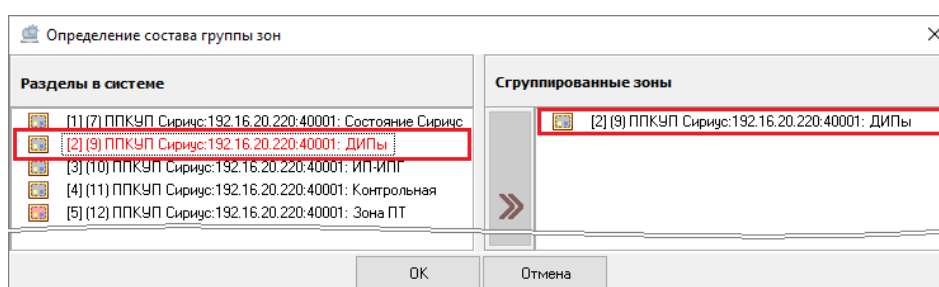

Рисунок 6-278 Выбранная аппаратная зона
В поле **«Зоны в системе»** отображаются все аппаратные зоны, которыми может управлять устройство ПКУ, для аппаратной группы зон которого определяется состав, в том числе и аппаратные зоны межпанельной сети (см. п. 6.3.1.2.9.5), если настраиваемая аппаратная группа зон принадлежит соответствующему ППКУП «Сириус». При этом для аппаратных зон, выбранных в качестве составляющих настраиваемой аппаратной группы зон, применяется маркировка **красным шрифтом** (см. Рисунок 6-278).
- дважды кликните левой клавишей мыши по аппаратной зоне в поле «Зоны в системе». Аппаратная зона будет добавлена в поле «Сгруппированные зоны» (см. Рисунок 6-278);